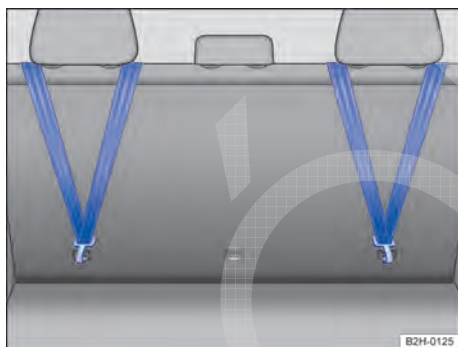

Fig. 68 Cinto de fixação superior enganchado no lado de trás do encosto do banco traseiro.
- Enganchar o cinto de fixação superior no respectivo olhal de retenção ⇒ Fig. 68.